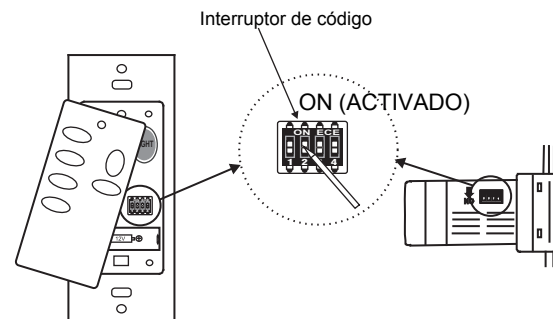

Fig. 12
**NOTA:** El sistema de control CoolTouch™ está equipado con 16 posibles combinaciones de frecuencias para evitar la interferencia desde o con otras unidades de control remoto. Los interruptores de frecuencia del receptor y el transmisor vienen configurados de fábrica. Vuelva a verificar para comprobar que los interruptores del receptor y el transmisor estén en la misma posición; cualquier combinación de configuraciones hará funcionar el ventilador siempre que el transmisor y el receptor estén en la misma posición. (Fig. 12)